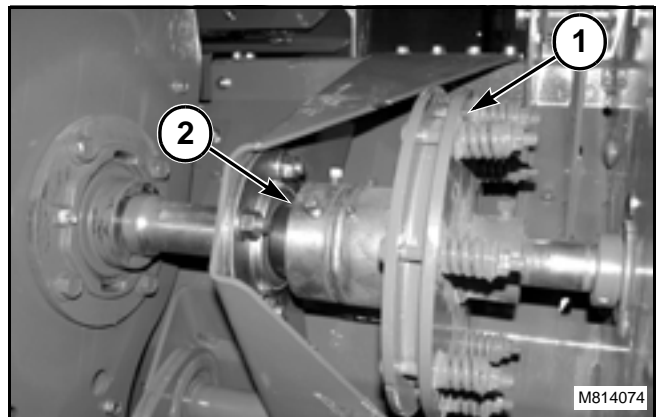

FIG. 31
FIG. 31: El recogedor está protegido por un embrague deslizante (4) y un embrague de sobremarcha (2). El embrague deslizante protege al recogedor contra daños causados por sobrecargas cuando golpea obstrucciones en el campo.